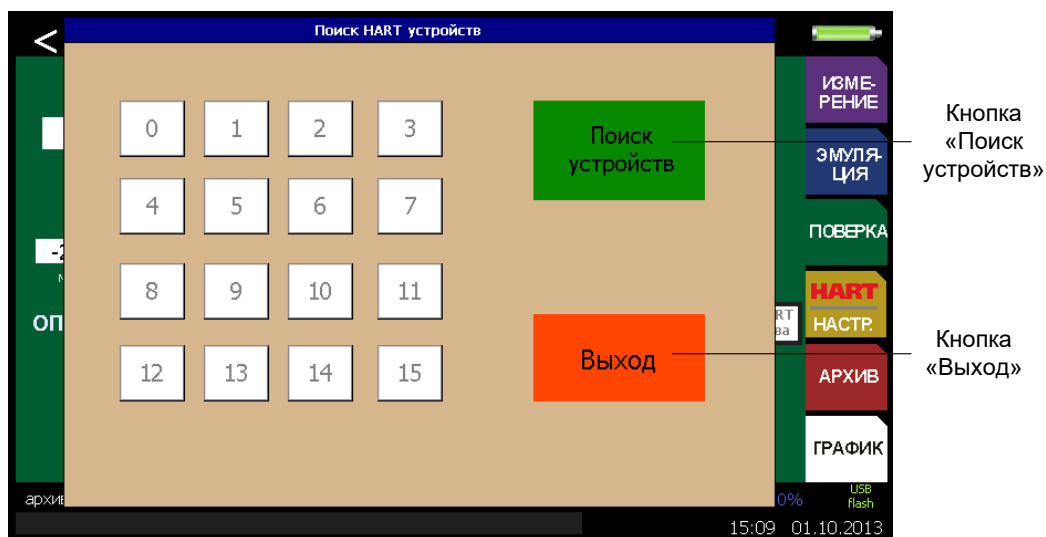

Рисунок 2.45
- в появившемся окне **«Поиск HART устройств»** (см. рисунок 2.45) выбрать нужный. (процедура поиска подключенных приборов по HART-протоколу описана в п. 2.6.4.10).
- в появившемся окне «Поиск HART устройств» (см. рисунок 2.45) выбрать нужный. (процедура поиска подключенных приборов по HART-протоколу описана в п. 2.6.4.10).